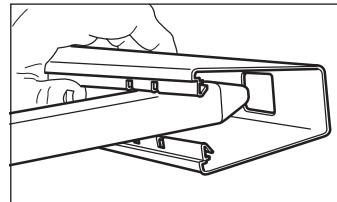

fig. 2
- Inserte una estaca en la estriccion del pretil y prosiga a través del orificio recortado, como se muestra. **NO DESLICE PRESIONANDO PARA QUE QUEDA EN SU LUGAR** (fig. 2).